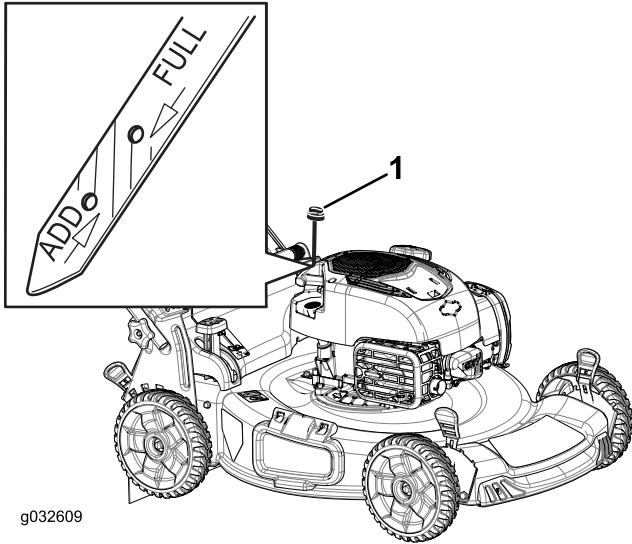

Рисунок 10
1. Извлеките масломерный щуп (Рисунок 10).
2. Медленно залейте масло в маслозаливную горловину до тех пор, пока его уровень не достигнет отметки Full (Полный) на щупе (Рисунок 10). **Не допускайте переполнения.**